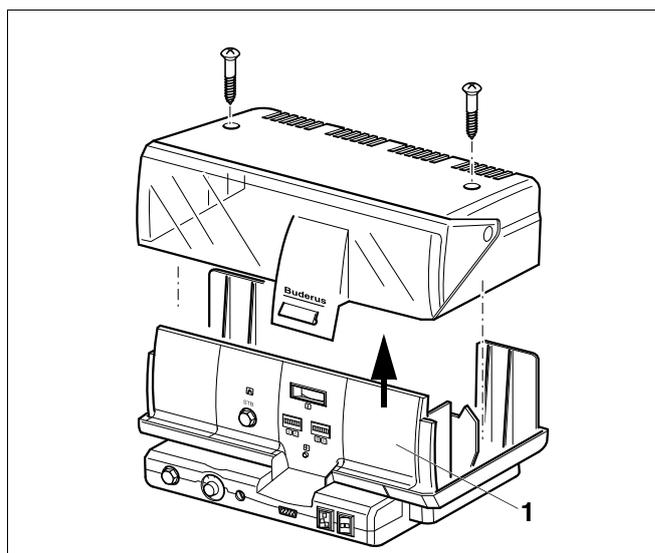

Рис. 2 Система управления с поднятой крышкой
- Отверните оба винта на крышке прибора и снимите ее (Рис. 2).
- Снимите фальш-панель (Рис. 2, поз. 1).